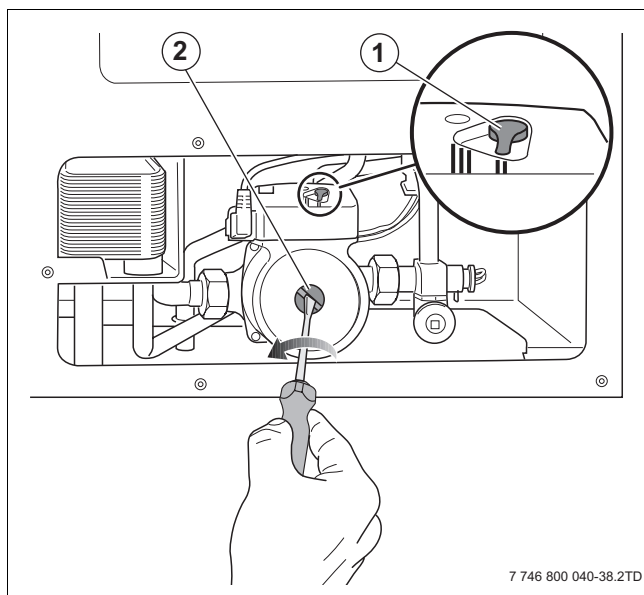

Рис. 47 Удаление воздуха из загрузочного насоса бака-водонагревателя
- Проверьте, установлен ли выключатель насоса в положение II [1] (→ рис. 47).